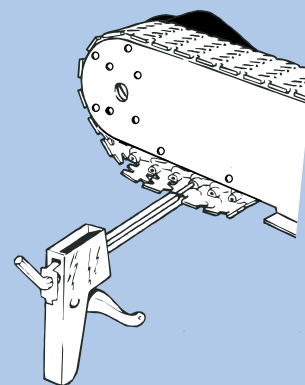

Figura 4. Empleo de la herramienta para insertar pasadores
5. Introduzca el pasador de acero con ayuda de la herramienta para insertar o desmontar pasadores. (Figura 4).